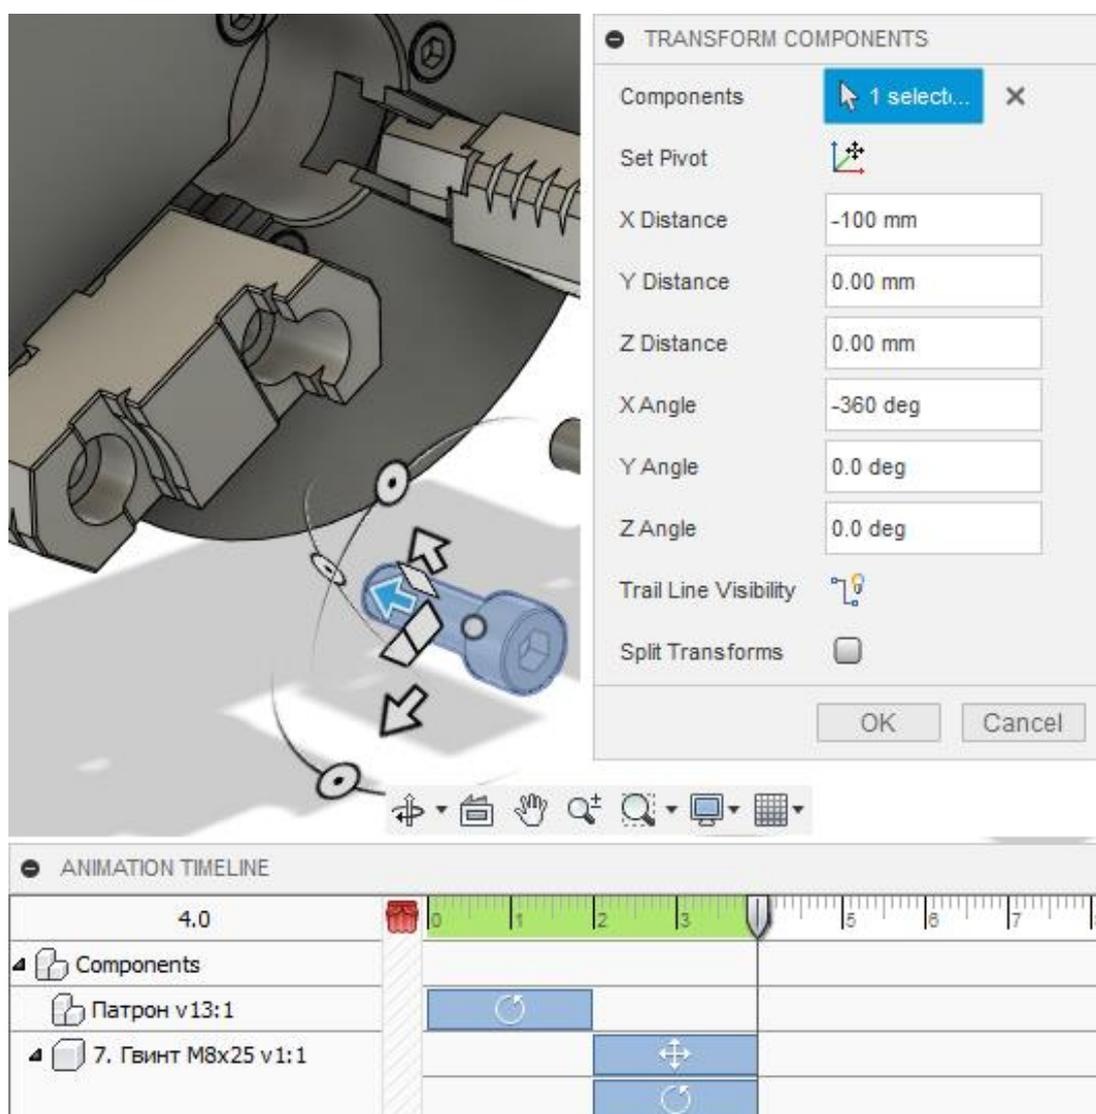

Рис.15.3. Викручування гвинтів кулачків
2. Наступним кроком зімітуємо викручування гвинтів, які кріплять кулачки. Встановіть повзунок часової шкали на 4 секунди. Для цього оберіть один з гвинтів і за допомогою інструмента «Transform Components»  задайте кут повороту навколо вісі обертання гвинта -360° і лінійне переміщення від патрону -100 мм (рис. 15.3). Переконайтесь, що час початку дії 2 с. і кінець 4 с.